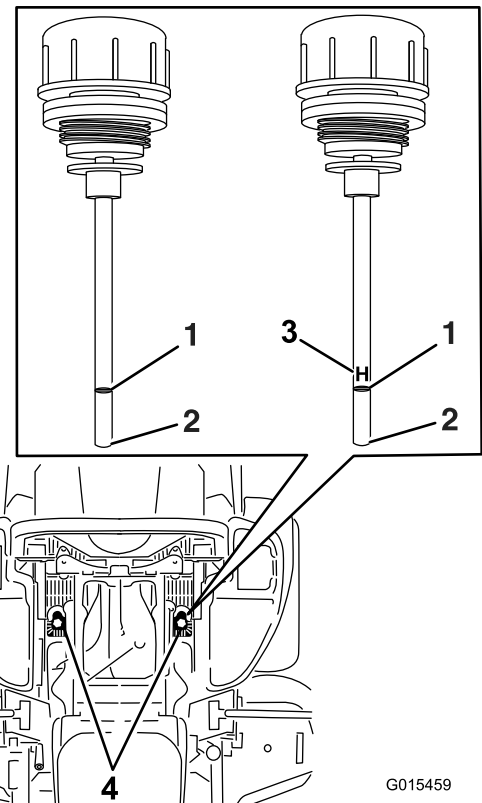

Figure 82
6. Nettoyez la surface autour des jauges des réservoirs du système hydraulique (Figure 82).
7. Sortez la jauge du réservoir hydraulique (Figure 82).
9. Ressortez la jauge et examinez l'extrémité (Figure 82).